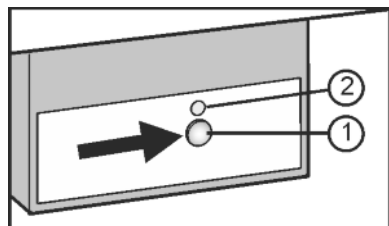

Fig. 22
- ▶ Stiskněte tlačítko On/Off Fig. 22 (1), až se rozsvítí LED Fig. 22 (2).